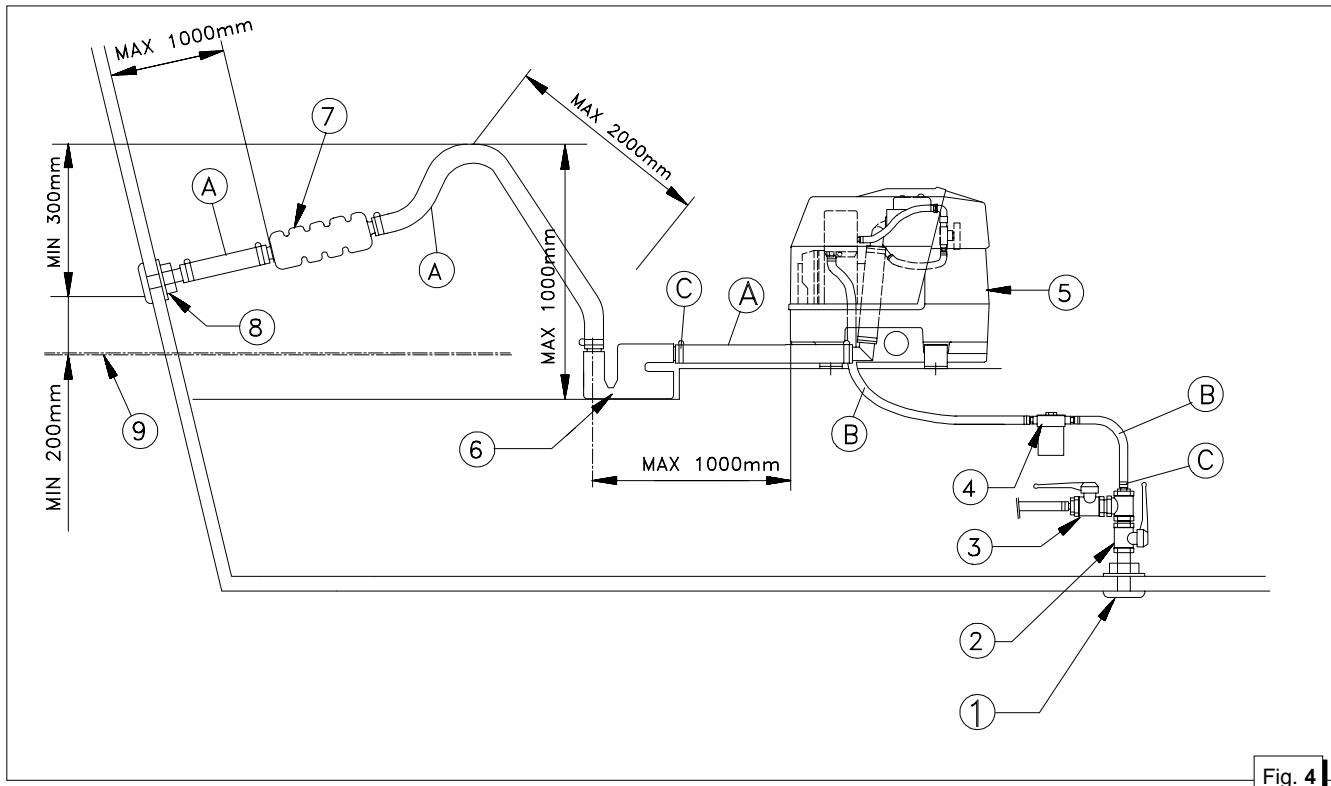

Fig. 4
2.2 Voorbeeld van installatie boven de waterlijn (fig.4)
auf der Abb. 4 aufgeführten Maße zu beachten.**